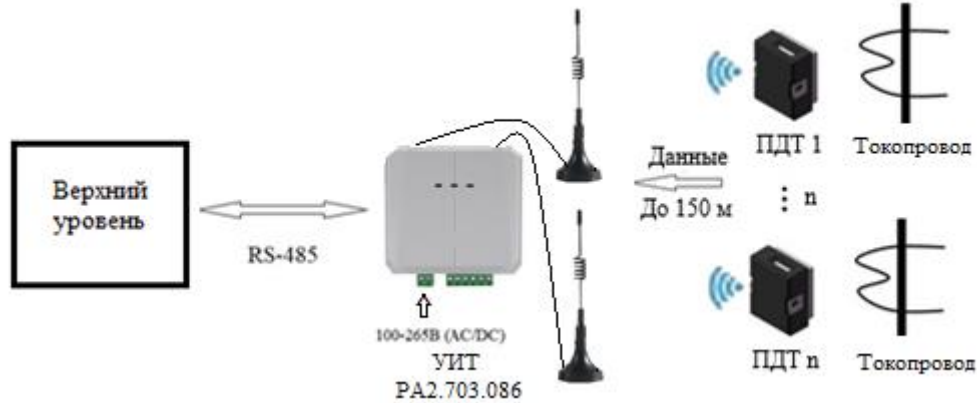

Рисунок 2 – Работа системы с УИТ РА2.703.086
- УИТ РА2.703.086 через антенны, подключаемые непосредственно к УИТ (рисунок 2).
- используя устройство измерения температуры РА2.703.086 (рисунок 2);